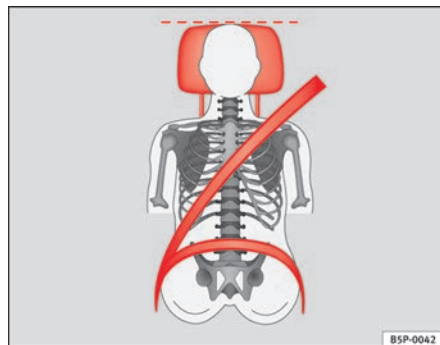
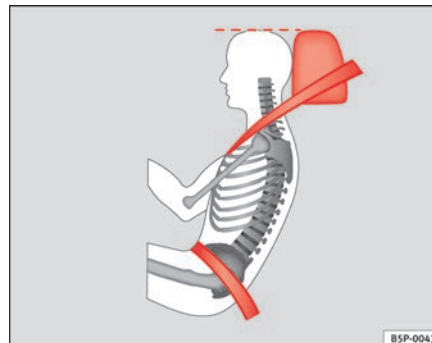

Fig. 65 Poggiatesta e cintura di sicurezza posizionati correttamente (visti da davanti)
Fig. 66 Posizione corretta del poggiatesta e della cintura di sicurezza (visti di lato)
- Regolare il poggiatesta portando il suo bordo superiore alla stessa altezza della parte superiore della testa, almeno all'altezza degli occhi ⇒ fig. 65 e ⇒ fig. 66.